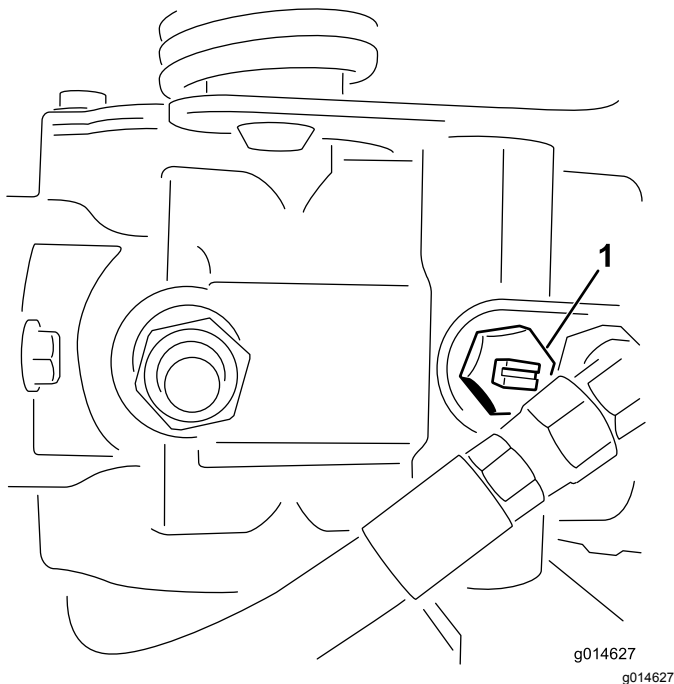

Bild 37
Ventils in die horizontale Stellung (Bild 37).
1. Ermitteln Sie das Sicherheitsventil an der Pumpe und drehen es so, dass der Schlitz vertikal ist (Bild 37).